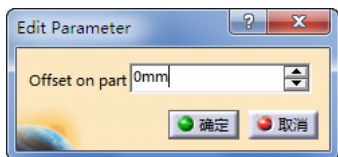

图 3-160 定义零件余量（10）
- 定义零件余量（10）。双击“Contour-driven.1”对话框中的“Offset on part”，弹出“Edit Parameter”对话框，可设置余量大小为“0” mm，如图 3-160 所示。